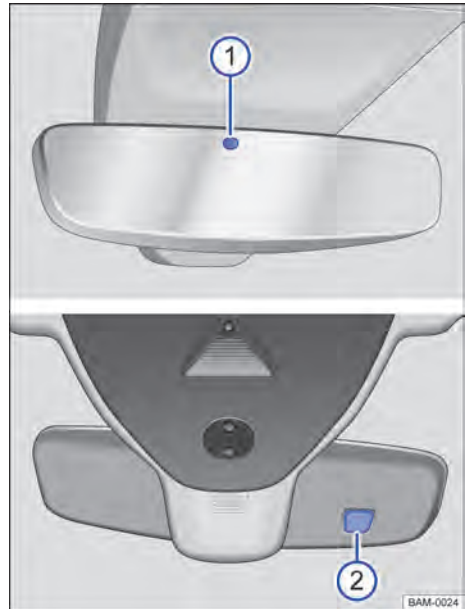

Fig. 115 No para-brisa: espelho retrovisor interno com antiofuscante automático.
- ◀ Com a ignição ligada, os sensores medem a incidência de luz de trás → Fig. 115 ① e da frente ②.